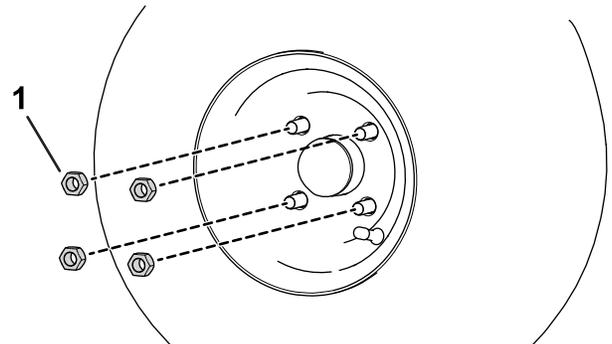

Figura 1
1. Retire las 4 tuercas de rueda (Figura 1) que fijan la rueda al conjunto del cubo.